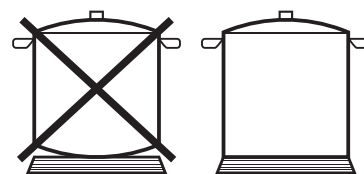

Fig. 12
- Utilice una cacerola de tamaño apropiado que tenga una base plana (consulte la tabla y la Fig. 12).